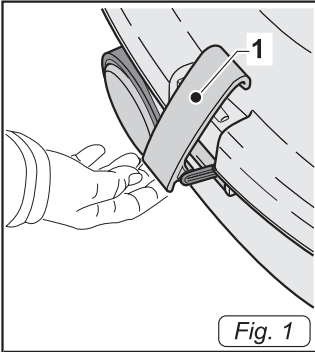
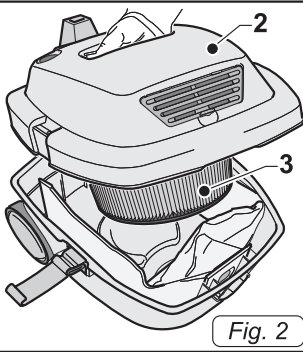

Fig. 1
Fig. 2
- Sganciare le leve (1 Fig.1) e rimuovere il coperchio (2 Fig.2) completo di gruppo motore e filtro a cartuccia (3 Fig.2).
- Rimontare il coperchio e bloccarlo tramite le leve (1 Fig.1).
- Sganciare le leve (1 Fig.1) e rimuovere il coperchio (2 Fig.2) completo di motore e filtro a cartuccia (3 Fig.2).